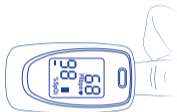

Figura 5. Colocar el dedo en posición.
1. El dedo se debe colocar adecuadamente (ver ilustración adjunta en este manual, figura 5), de no ser así podría
- 7.2 Abrir el clip como se muestra en la figura 5.